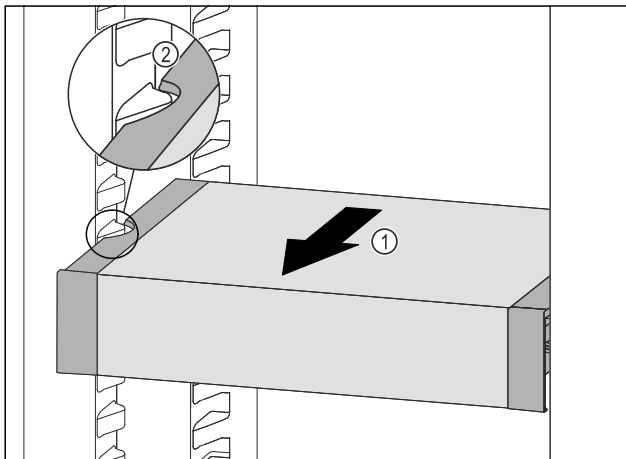

Fig. 95
- Tirare VarioSafe in avanti Fig. 95 (1) fino a quando le cavità laterali di VarioSafe non si trovano al livello della nervatura del contenitore nel vano frigorifero. Fig. 95 (2)